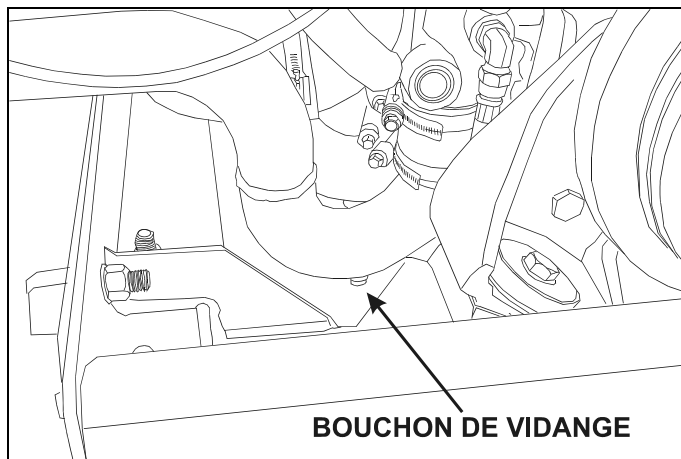

FIGURE 3 : BOUCHON DE VIDANGE DE LA POMPE À EAU
4. Retirer le bouchon de vidange et vidanger le système (Voir figure 3).